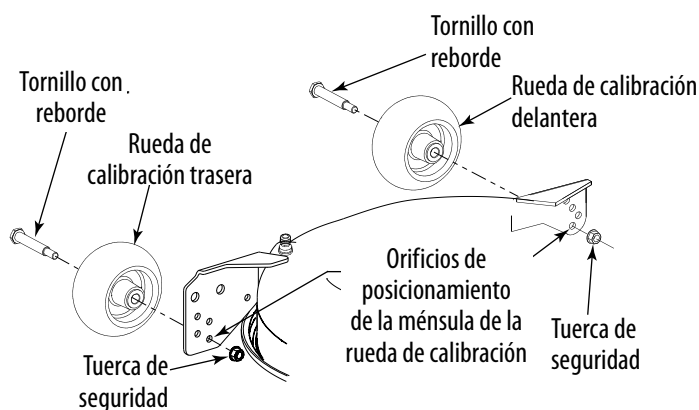

Figura 6-8
- Retire la tuerca de seguridad que fija uno de los tornillos con reborde de las ruedas de calibración delanteras a la plataforma. Retire la rueda de calibración y el tornillo con reborde. Vea la Figura 6-8.